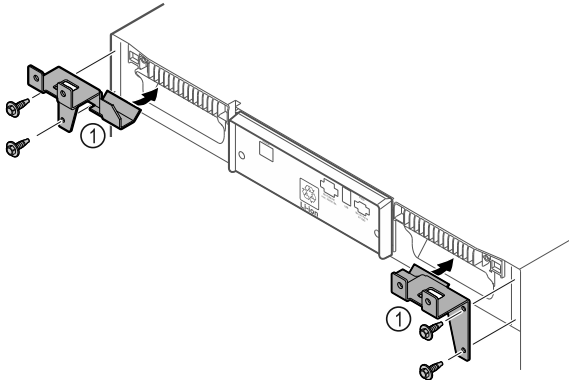

Fig. 12
- ▶ Bevestigingssteunen Fig. 12 (1) met zelfborgende schroeven aan het apparaat monteren.